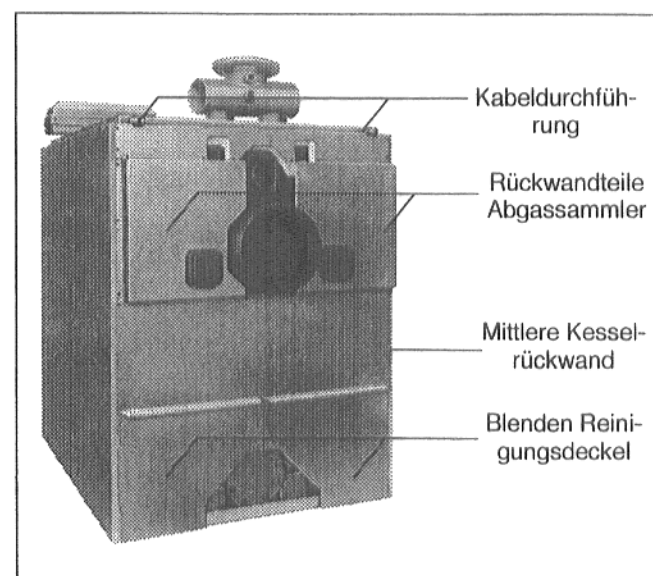

Abb. 46
- Die zweiteilige Rückwand des Abgassammlers so aufsetzen, daß die Ausschnitte über der Reinigungsdeckeln des Abgassammlers sitzen (Abb. 46).
- Rückwand des Abgassammlers oben an der oberen Kesselrückwand und seitlich an den Seitenwänden mit Blechschrauben anschrauben (Abb. 46).
- Mittlere Kesselrückwand mit der Lasche unter die Rückwand des Abgassammlers schieben und mit Blechschrauben an den Seitenwänden anschrauben (Abb. 46).
- Blenden der Reinigungsdeckel hinten unten mit den Haken in die Schlitze der Seitenwände einhängen (Abb. 46).
- Kabeldurchführung aus Kunststoff an die Traverse hinten oben anschrauben (Abb. 46).